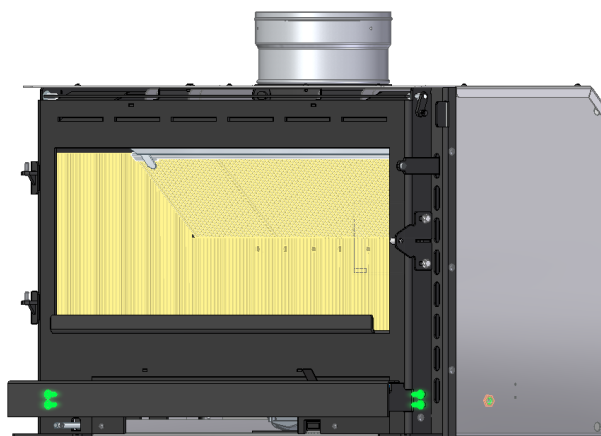

**Figura 9 – Montaje de los soportes superiores - PA1090G053**
8. Para aplicar los soportes superiores, antes de fijarlos a la pared, debe fijarlos en el exterior según la medida indicada en la Figura 9. La medida "Y" es la distancia que tendrá el soporte a la fijación de la pared, esta medida debe ser tomada en el lugar a instalar para posteriormente apretar el conjunto de fijación.